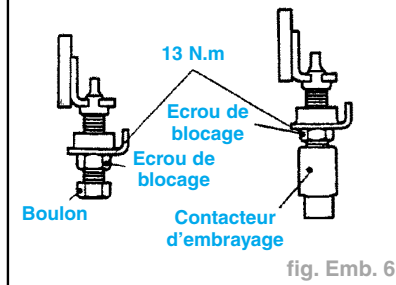

fig. Emb. 6
- pour les véhicules non équipés de système de commande de croisière automatique, tourner et régler le boulon de manière à ce que la hauteur de la pédale soit à la valeur standard et le bloquer à l'aide de l'écrou de blocage (fig. Emb. 6),